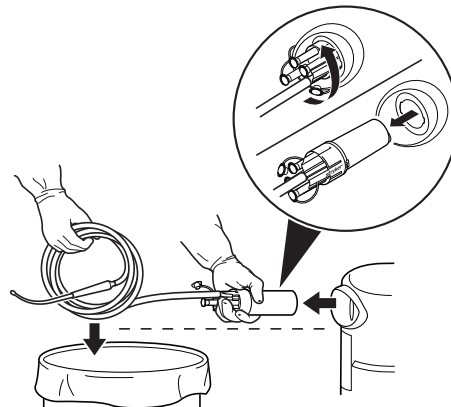

Abbildung 8 Sammelrohr und Schläuche entfernen
4. Das Sammelrohr drehen, bis es entriegelt ist. Anschließend das Sammelrohr mit den angebrachten Absaugschläuchen aus dem Anschluss herausziehen und dabei das Sammelrohr stets waagrecht halten (Abbildung 8).